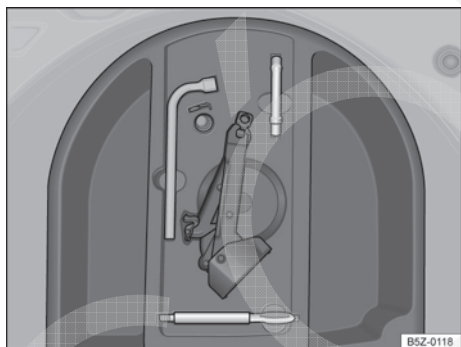

Fig. 166 No compartimento de bagagem: caixa de ferramentas de bordo.
- Retirar o revestimento por completo para retirar e acessar as ferramentas de bordo → Fig. 166.